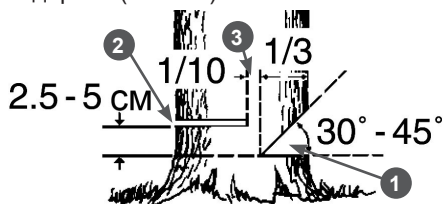

Рис. 24. Расположение запила, пропила и недопила
7. Сделайте основной валочный пропил 2 с противоположной стороны, выше основания запила на $2,5-5$ см. Между основным пропилом и запилом должен оставаться недопил 3 примерно $1/10$ диаметра ствола. Вставьте своевременно клин в пропил 2 (Рис. 24). Недопил 3 действует как шарнир и позволяет контролировать падение дерева (Рис. 24).
Ни в коем случае не допиливать до конца недопил 3 (Рис. 24), так как вы не сможете контролировать направление падения дерева.